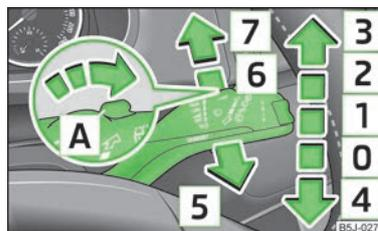

Fig. 30
- Si se desea limpiar el parabrisas sólo brevemente, empujar la palanca a la posición de suspensión elástica » fig. 30.
- Levantar la palanca a la posición » fig. 30.
- Tirar de la palanca hacia el volante a la posición de suspensión elástica » fig. 30, el sistema de lavado y el limpiacristales trabajan.
- Empujar la palanca, apartándola del volante, a la posición » fig. 30, la escobilla barrerá cada 6 segundos.
- Empujar la palanca, apartándola del volante, a la posición de suspensión elástica » fig. 30, el limpiacristales y la instalación de lavado trabajan.
- Volver a colocar la palanca en la posición básica [0] » fig. 30.
Si está conectada la luz de cruce o de carretera y la palanca del limpiaparabrisas [5] » fig. 30 de la página 45 está retraída, los faros se salpicarán ligeramente. Para limpiar el faro se debe proceder también tras cada quinto rociado del parabrisas.